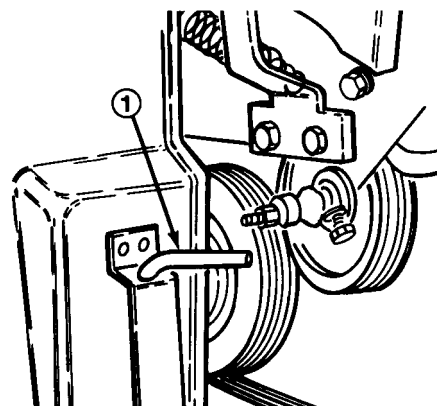

Fig. 16
- B. Togliere la spina di esclusione dalla staffa davanti al copritesta di carotaggio (Fig. 16).
1. Togliere la spina di esclusione dalla staffa sul davanti del copritesta di carotaggio (Fig. 16).